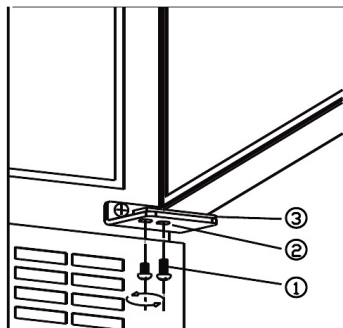

fig. 8.1
- Ta ut skruene (1) **STØTT DØREN!** Se fig. 8.1